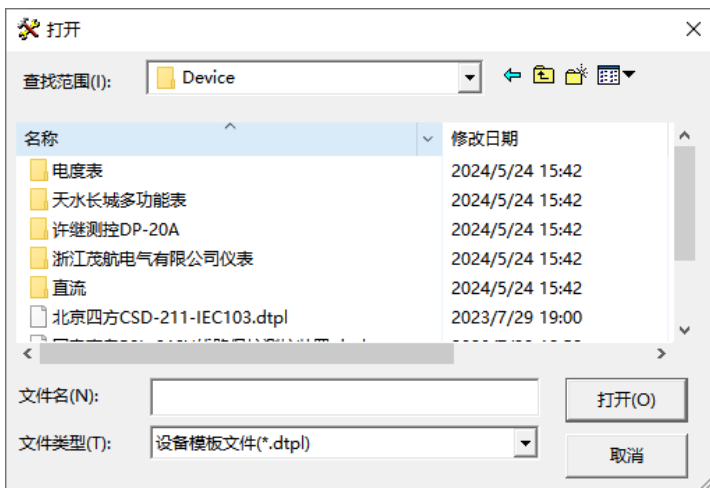

图 5-25 导入设备模板
- 导入设备：导入设备模板文件，快速修改设备配置。选择需导入的设备，然后点击“导入”按钮，弹出如图 5-25 所示的对话框，选择一个设备模板文件 (*.dtp1)，设备配置就更新为导入设备模板的配置。点击“保存”按钮，就可快速修改设备配置。